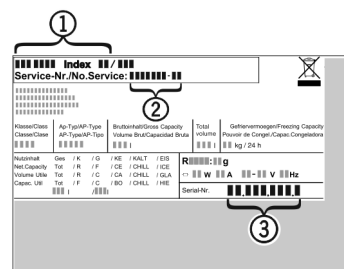

Fig. 11
- ▶ Ierīces nosaukumu Fig. 11 (1), servisa Nr. Fig. 11 (2) un sērijas Nr. Fig. 11 (3) nolasiet no datu plāksnītes. Datu plāksnīte atrodas ierīces iekšpusē pa kreisi.
- ▶ Informējiet tehniskās apkopes dienestu un paziņojiet par bojājumu, ierīces nosaukumu Fig. 11 (1), servisa Nr. Fig. 11 (2) un sērijas Nr. Fig. 11 (3).